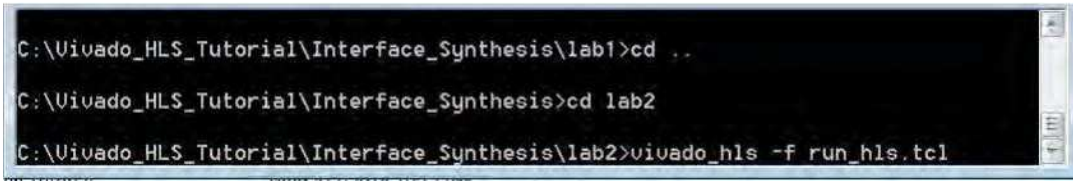

图 4-10: 界面合成实验室 2 的设置
- 1.从 lab1 中使用的 Vivado HLS 命令提示符，切换到如图 4-10 所示的目录 lab2。